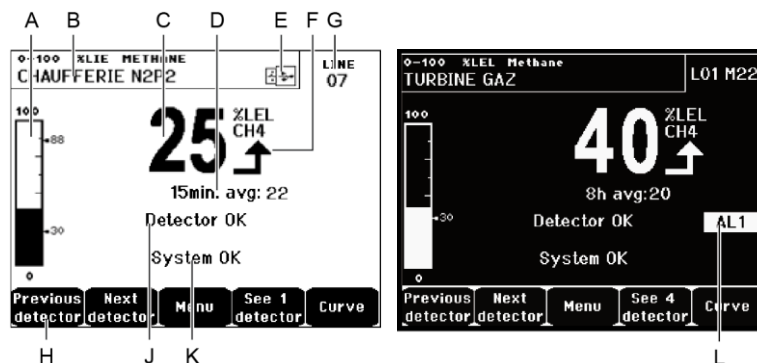

Рисунок 44: Пример дисплея измерений в нормальном режиме и с инвертированным изображением.
- **Смотреть 1 детектор:** Дисплей в нормальном режиме (Рисунок 44).
Л. Индикация активированной сигнализации с мигающим пороговым дисплеем. Изображение дисплея меняется на инвертированное (Рисунок 44, экран справа).